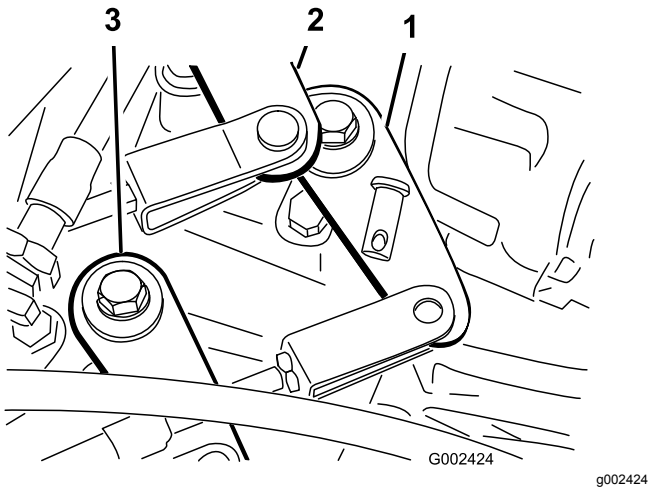

Bild 44
2. Nehmen Sie die Lastösenbolzen ab, mit denen die Schaltzüge an den Getriebechalthebeln befestigt sind (Bild 44).
1. Nehmen Sie den Lastösenbolzen ab, mit dem der Zug (schneller/langsamer Gang) am Getriebe befestigt ist (Bild 44).